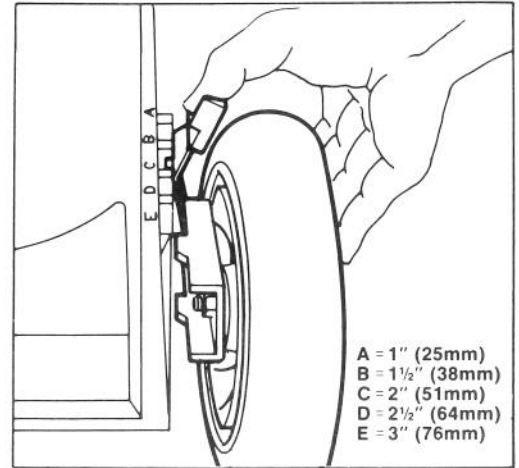

Bild 10
Fünf ins Gehäuse gestanzte Buchstaben zeigen die jeweilige Stufe an (Bild 10).
2. Zur leichteren Einstellung das Mähgehäuse anheben, damit das Rad vom Boden ab ist. Schnitthöhen-Einstellhebel zum Rad hin drücken und auf die gewünschte Schnitthöhe einstellen (Bild 10). Sicherstellen, daß der Stift des Einstellhebels in die Nute am Gehäuse einrastet. Alle Räder auf die gleiche Höhe einstellen.